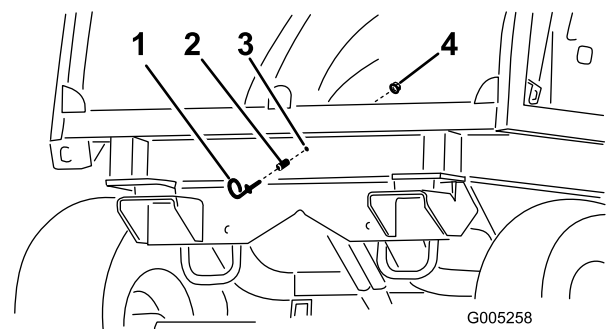

Figure 73
2. En passant par l'avant de le cabine, fixez l'œillet et une entretoise sur la paroi de la cabine au moyen d'un écrou à embase (Figure 73).